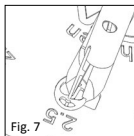

Fig. 7
■ **Fig. 7/8** Titan-lukketangen (REF 8000137) skal anvendes til lukning af hovedpladen! Ved hjælp af lukketangen (REF 8000 137) bliver bøjlen inden i protesens hovedplade rettet ud, så den er lige, hvorved hovedpladen fastgøres på protesens skaft (Fig. 7). Det skal derved iagttages, at den rigtige side af lukketangen ligger an imod den tilsvarende position på protesens hovedplade.